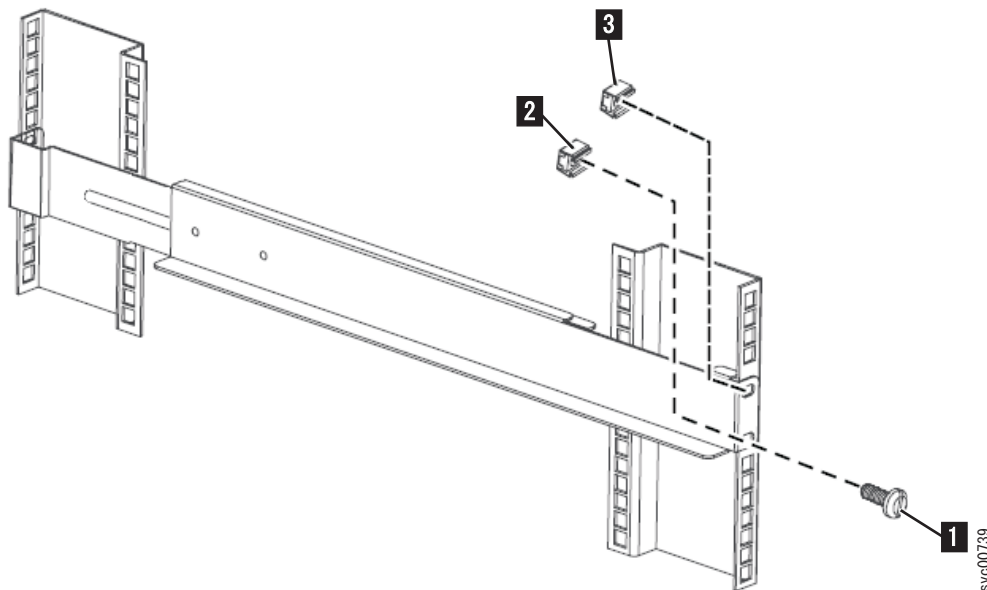

図 329. 2145 UPS-1U レール前部のラックへの取り付け
7. 2 つのクリップ・ナット **2** および **3** をラック前面に取り付けます。次に、M6 x 10 ねじ **1** を 1 つだけ使用して、358 ページの図 329 に示すようにレールを底部取り付け穴に取り付けます。